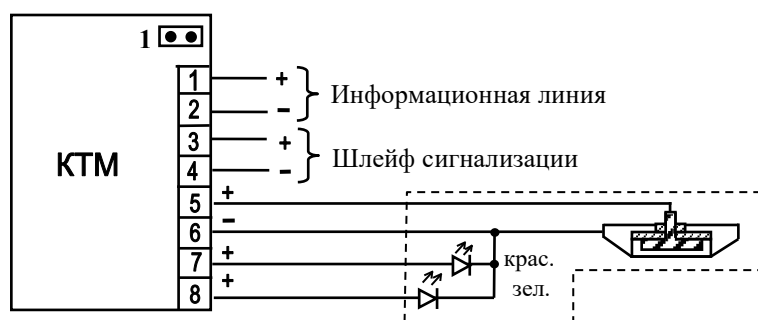

Рис. 2. Назначение клемм КТМ.
2.2. При использовании считывателя с одноцветным индикатором все проблески будут красными. Для этого необходимо соединить клеммы 7 и 8 перемычкой (см.рис.2).
3.2.1. КТМ поставляется с установленным джампером 1 "Программирование адреса" (см. рис.2).